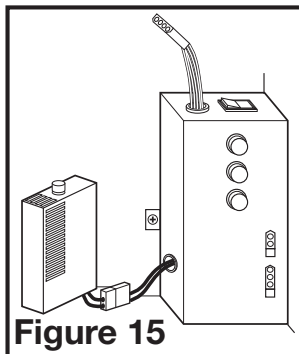

Figure 15
- 3d. **MODÈLES AVEC DÉTECTION D'HUMIDITÉ ET DÉTECTION DE MOUVEMENT:** Branchez les cordons du moteur du ventilateur à 2 et 3 broches de connexion rapide dans les connecteurs situés sur le côté du couvercle du compartiment de fil. Branchez le cordon à 4 broches de connexion rapide à partir du capteur de mouvement sur le gril dans le connecteur sortant de la partie supérieure du compartiment de fil. Ces cordons ne peuvent être insérés que dans un seul sens dans les connecteurs (Figure 15).